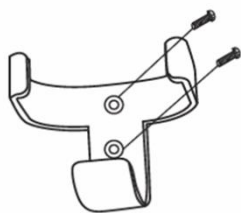

Fig. 11a
1. Fissare il supporto per telecomando a una parete adatta con le 2 viti (Fig. 11a).